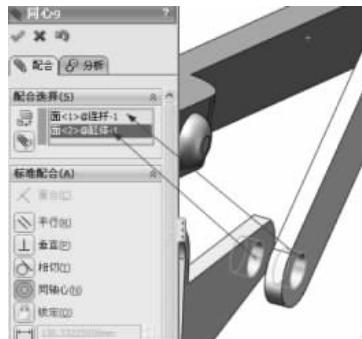

图 3-24 同轴心配合
(6) 添加同轴心配合, 为连杆另一端通孔和缸体侧面上通孔之间添加同轴心配合, 如图 3-24 所示。